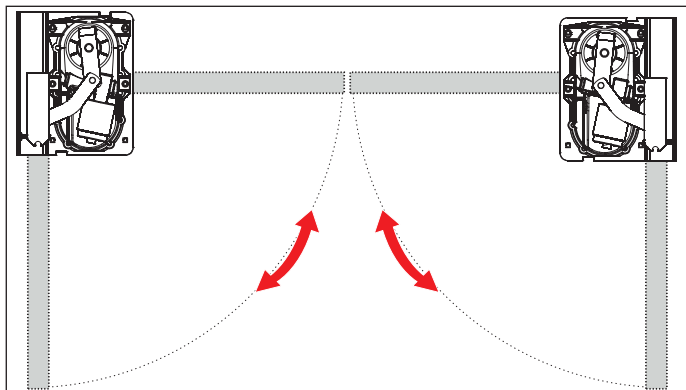

Fig. 3
1. Deposite la caja de cimentación con la unidad de automatismo de acuerdo con la dirección de apertura de la hoja en la base preparada para este fin, tal como se muestra en la fig. 3. Véase también el capítulo «3.4 Explicación de los conceptos y símbolos utilizados».